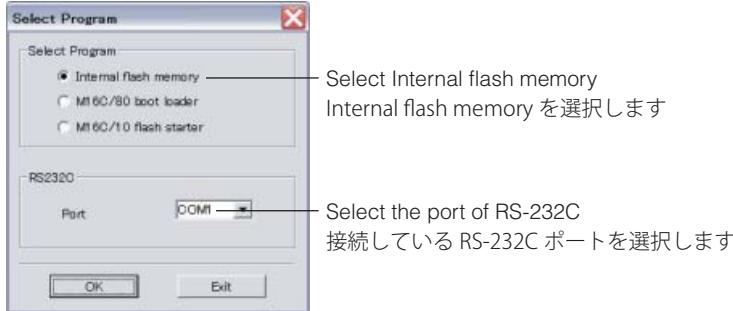

Fig. 2
3. Start up FlashSta.exe. (Fig. 2)
The screen appears as shown below. (Fig. 2)
4. Select the data to be transmitted and port. (Fig. 2)
3. FlashSta.exe を起動します。 (Fig. 2)
下記の画面が表示されます。 (Fig. 2)
4. 送信データ、ポートを選択します。 (Fig. 2)